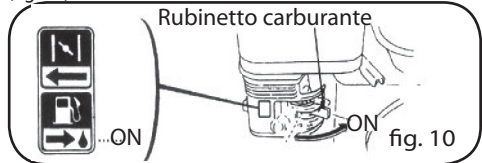

fig. 10
6. Portare il rubinetto del carburante in posizione "ON" (fig. 10).